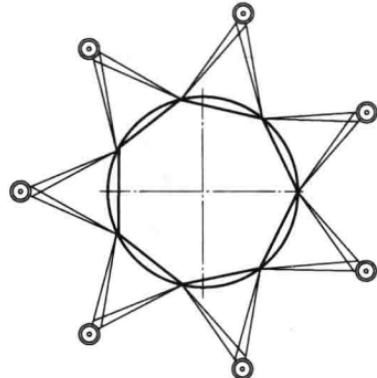

图 1-5  $n$  (七) 等分圆周——试分法
(3) 任意等分圆周 (试分法) 用划规选择适当长度, 在已知圆上试分 (如七等分), 直至满足精确度为止, 如图 1-5 所示。